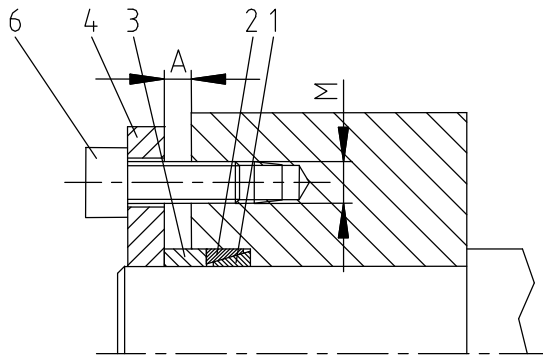

Bild 4: Einbauform 1
- Abstandsmaß A beachten (siehe Bild 4 und 5).
- Schrauben gleichmäßig über Kreuz auf das ermittelte Anziehdrehmoment  $T_A$  entsprechend der gewählten Schraubengröße (siehe Tabelle 1) mittels Drehmomentschlüssel anziehen. Vorgang ist so oft zu wiederholen, bis Anziehdrehmoment  $T_A$  bei allen Spannschrauben vorliegt. Den verbleibenden Spalt A auf Gleichmäßigkeit prüfen (siehe Bild 4 und 5).